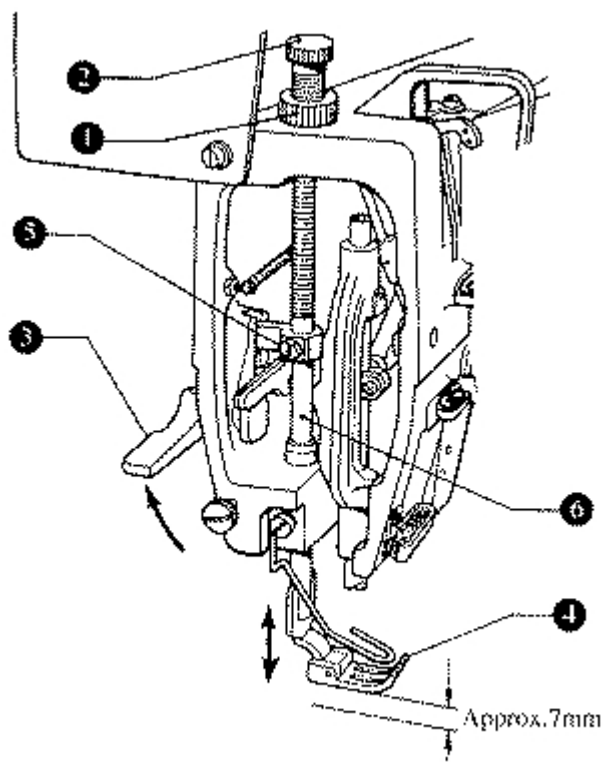

рис.31
19. Установка прижимной лапки по высоте (Рис.31)